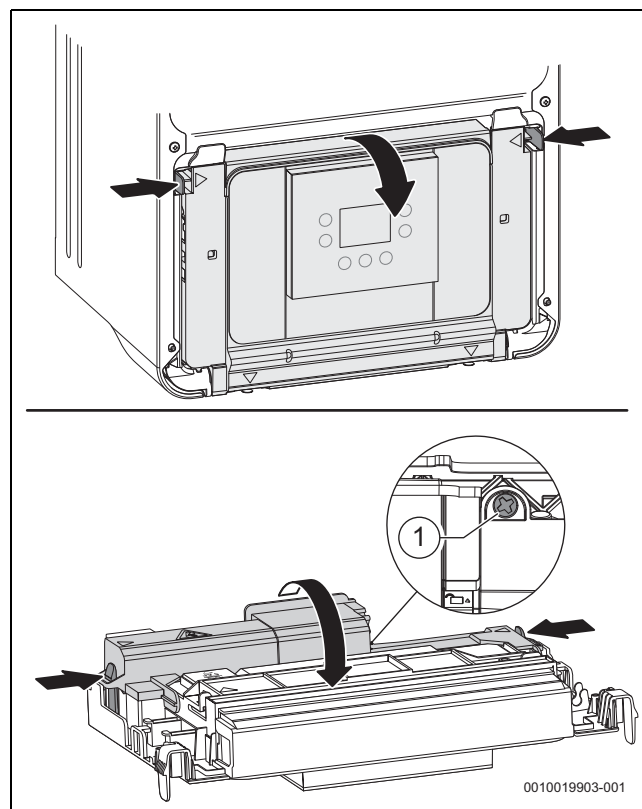

Fig. 27 Abrir a tampa
- ▶ Deslocar a unidade de comando para baixo (→ Fig. 27).